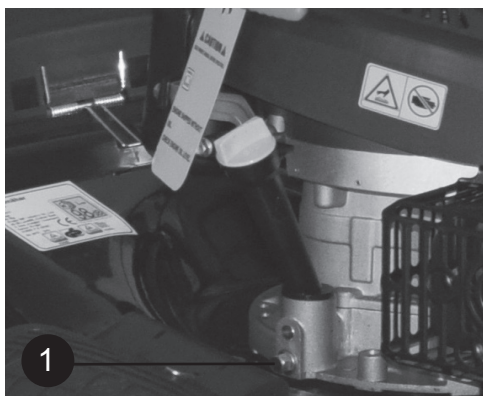

Рис.11
4. Открутите сливной болт (1) Рис.11 и слейте масло в специальную емкость. Закрутите сливной болт.